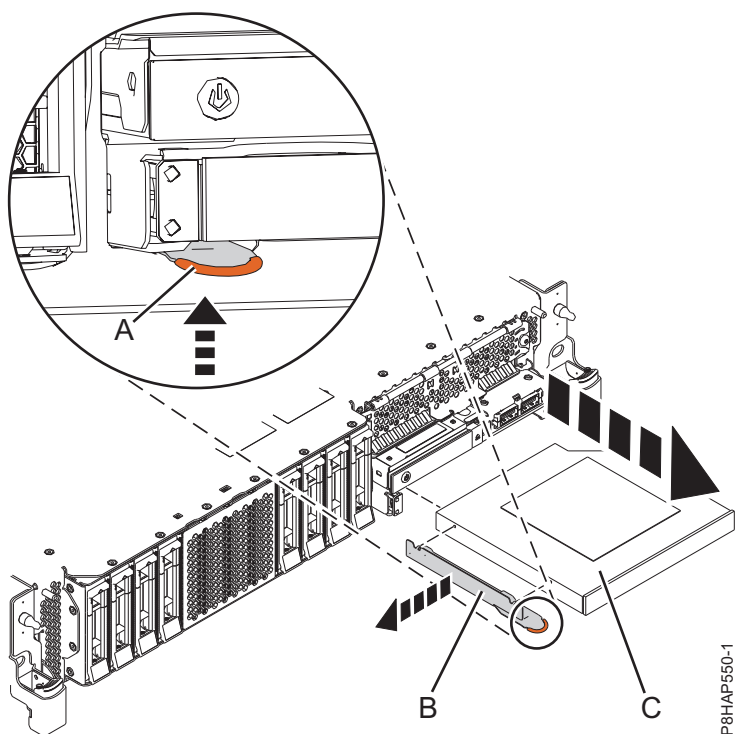
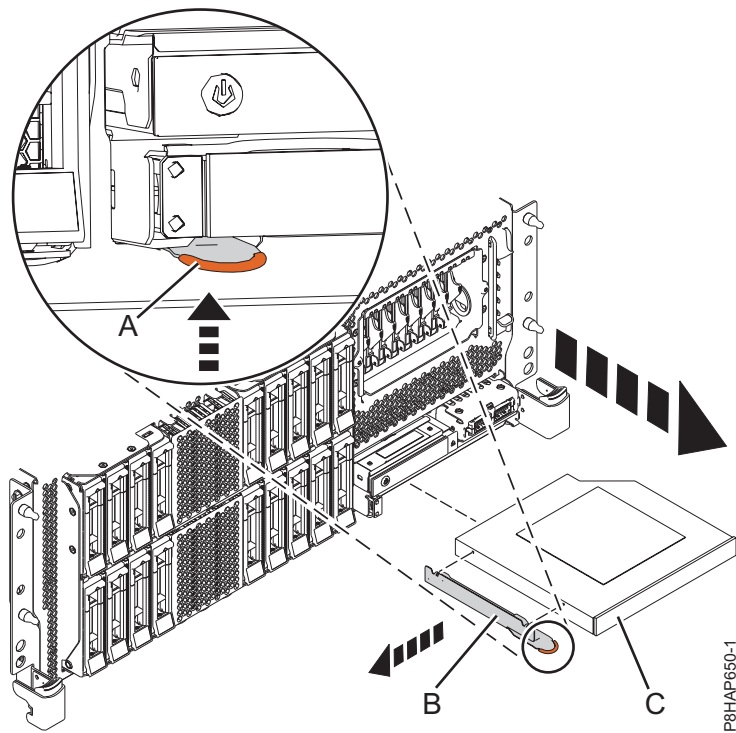
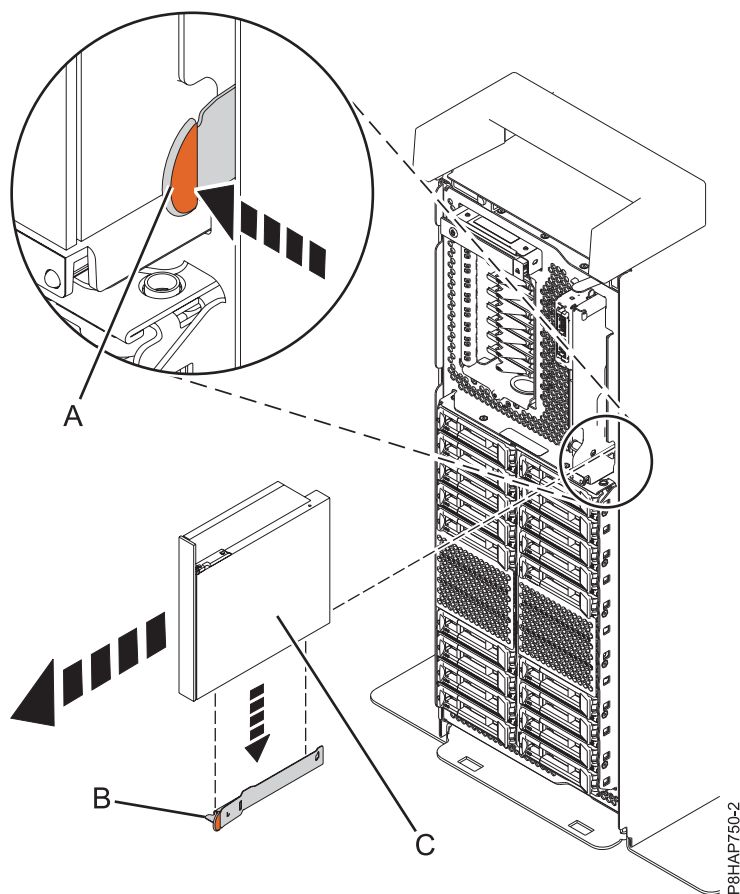

Figura 23. Extracció d'un dispositiu de suport d'emmagatzematge extraplà d'un sistema 5148-21L, 5148-22L, 8247-21L, 8247-22L, 8284-21A, o 8284-22A
Figura 24. Extracció d'un dispositiu de suport d'emmagatzematge extraplà d'un sistema 8247-42L, 8286-41A o 8286-42A muntat en bastidor
Figura 25. Extracció d'un dispositiu de suport d'emmagatzematge extraplà d'un sistema autònom
Per un sistema 5148-21L, 5148-22L, 8247-21L, 8247-22L, 8284-21A, o 8284-22A, consulteu Figura 23, per un sistema 8247-42L, 8286-41A o 8286-42A muntat en bastidor, consulteu Figura 24 a la pàgina 33 o per un sistema 8286-41A autònom, consulteu Figura 25 a la pàgina 34.
3. Estireu el dispositiu de suport d'emmagatzematge extraplà (C) cap a fora del sistema, en la direcció mostrada a la figura Figura 23 a la pàgina 32, Figura 24 a la pàgina 33 o Figura 25.
4. Si esteu extraient el dispositiu de suport d'emmagatzematge extraplà com a part d'un altre procediment de servei, no extraieu la peça de subjecció (B) del dispositiu de suport d'emmagatzematge extraplà.
5. Si esteu extraient el dispositiu de suport d'emmagatzematge extraplà que ha fallat i substituint-lo per un dispositiu de suport d'emmagatzematge extraplà nou, heu de treure la peça de subjecció (B) per utilitzar-la amb el dispositiu de suport d'emmagatzematge nou. Traieu la peça de subjecció que subjectant el punt de color terracota i fent-lo sortir del dispositiu de suport d'emmagatzematge que es mostra a Figura 23 a la pàgina 32, Figura 24 a la pàgina 33 o Figura 25.
6. Guardeu la peça de substitució (B) en un lloc segur.